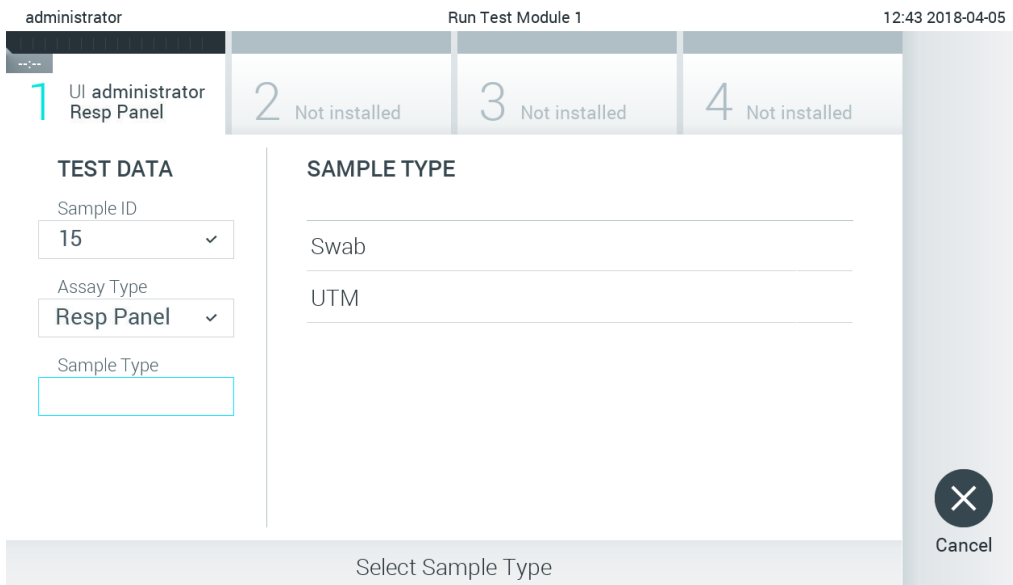

Figura 85. Seleção do tipo de amostra.
5. O campo Assay Type (Tipo de ensaio) é automaticamente preenchido e, se necessário, deve ser manualmente selecionado um Sample Type (Tipo de amostra) apropriado a partir da lista (Figura 85).